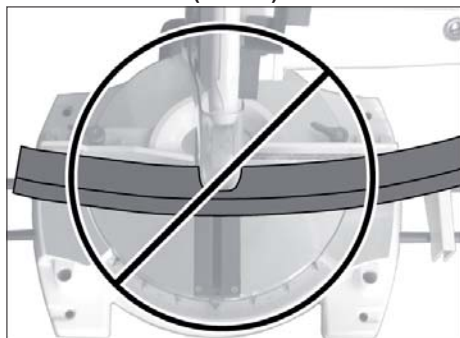

Рис. 7
**Данная операция является потенциально опасной (Рис. 7).**